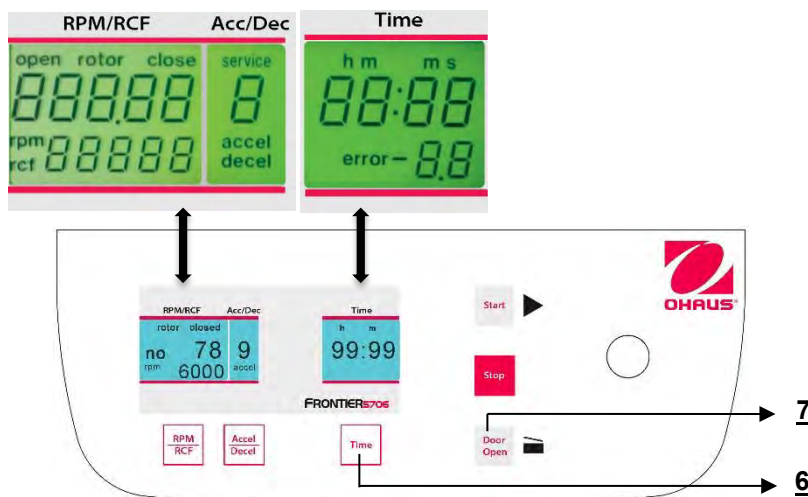

Abbildung. 26
Während die Zentrifuge ausgeschaltet ist, drücken Sie gleichzeitig die Tasten **"Time"**(6) und **"Door Open"** (7) und schalten Sie die Zentrifuge am Hauptschalter ein. Lassen Sie nun beide Tasten los und als ein Ergebnis hiervon wird ein Anzeigetest von ungefähr 5 Sekunden durchgeführt. Alle Indikatoren werden gleichzeitig erscheinen (siehe Abbildung 26).